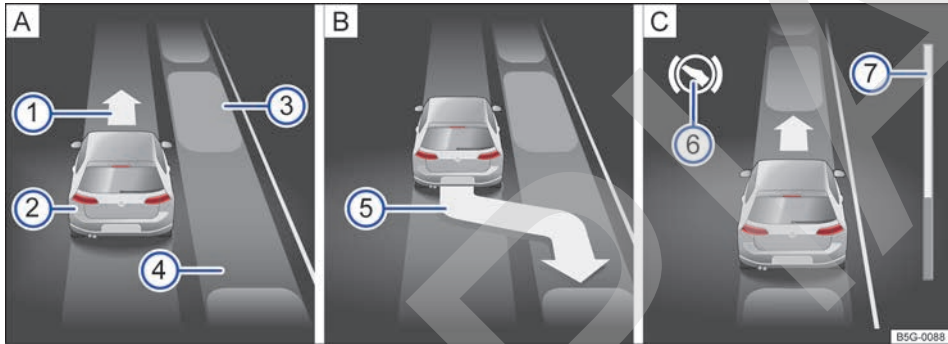
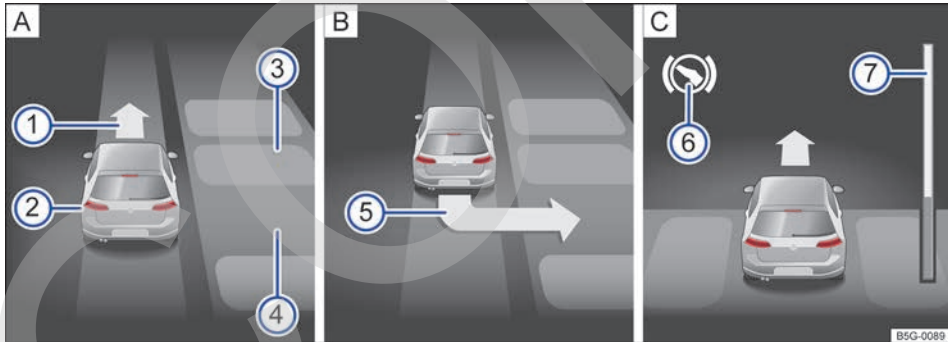

Fig. 149 En la pantalla del cuadro de instrumentos: aparcarse en línea. **A** Buscar un hueco de aparcamiento. **B** Posición para aparcarse. **C** Maniobrar.
Fig. 150 En la pantalla del cuadro de instrumentos: aparcarse en batería. **A** Buscar un hueco de aparcamiento. **B** Posición para aparcarse. **C** Maniobrar.
Leyenda de la **fig. 149** y **fig. 150**:
La barra de progreso → **fig. 149** ⑦ y → **fig. 150** ⑦ muestra simbólicamente en la pantalla del cuadro de instrumentos la distancia relativa que aún queda por recorrer. Cuanto mayor es la distancia, más llena está la ▶